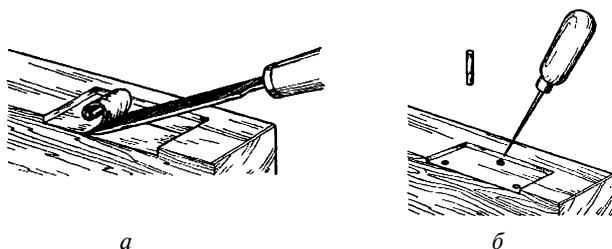

Рис. 53. Прирезка двери
- Вырезать паз на толщину карты (рис. 53а).
- Наметить шилом центры отверстий под крепежные шурупы (рис. 53б).